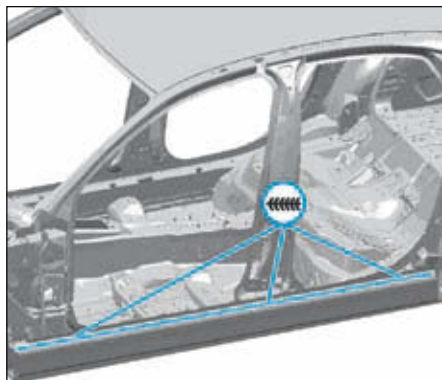
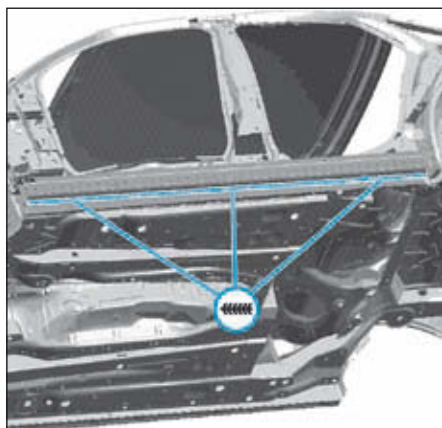

FIG.53
FIG.54
- Ajuster et souder comme illustré (Fig.53) et (Fig.54).